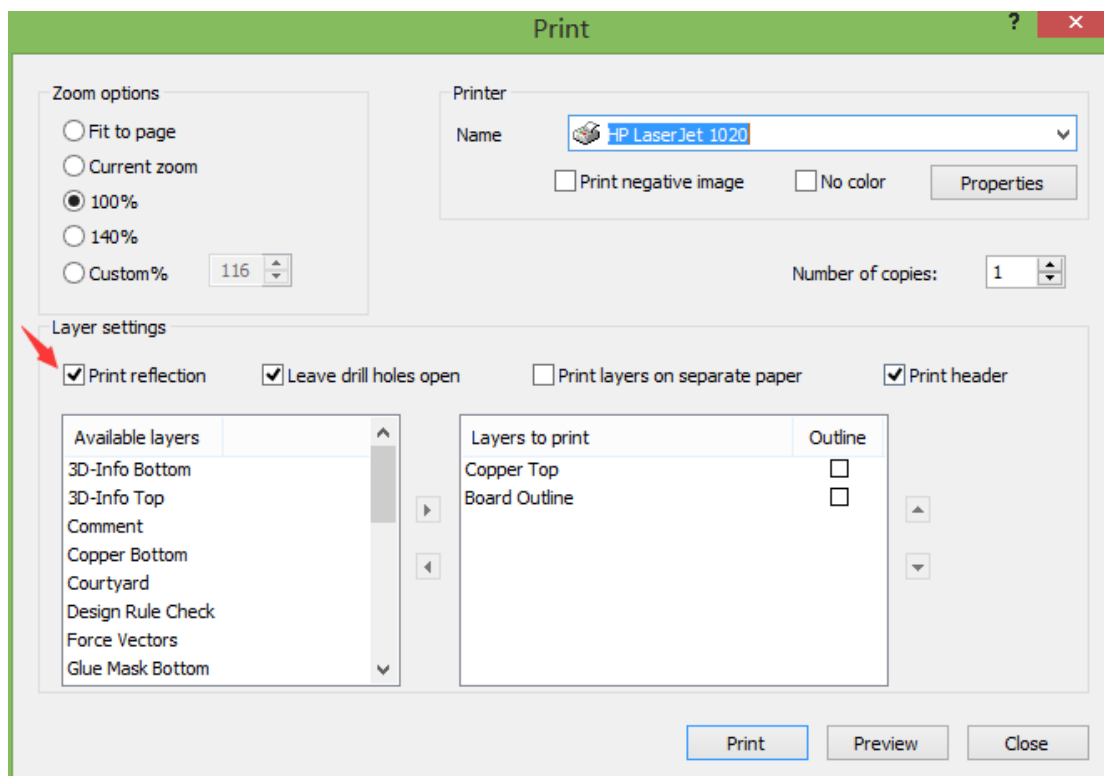

图 3.4-8 Top 层打印设置
1)、转印纸的打印：Top 层在打印转印图时必须镜像打印（打印属性窗中将“Print reflection”勾选上），Top 层打印设置如图 3.4-8 所示，Bottom 层则正常打印即可。